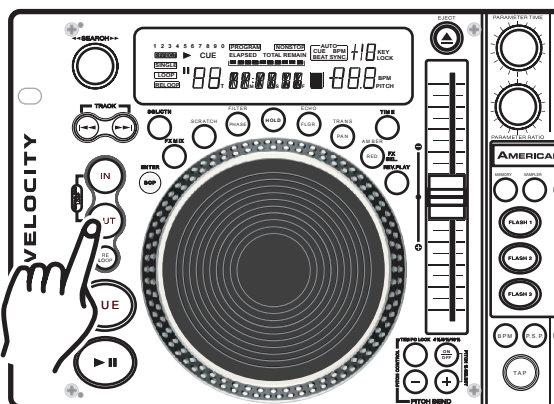

Figura 21
- 3) Presione el BOTÓN OUT (2) para fijar el punto de finalización del RULO CONTINUO (Figura 21). Las señales LED correspondiente al BOTÓN IN (32) y OUT (2) comenzarán a titilar rápidamente para indicar que el modo rulo continuo (SEAMLESS LOOP) acaba de activarse.
**INDICADORES DE RULO LCD** – Durante un rulo continuo, los indicadores de rulo LOOP (49) y RELOOP (50) aparecerán en el visor LCD (16) para señalar que está activo el efecto de rulo.
- 2) Presione el BOTÓN OUT (2) una vez más cuando llegue a su nuevo punto de finalización (Figura 21).
- **PARA LOGRAR UN RULO MÁS CORTO:** Presione el BOTÓN OUT (2) en un punto anterior de la pista (Figura 21).
- **PARA LOGRAR UN RULO MÁS PROLONGADO:** Presione el BOTÓN OUT BUTTON (2) en un punto posterior de la pista (Figura 21).